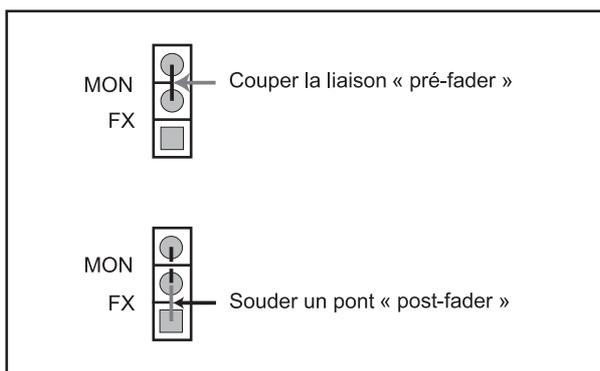

Fig. 5.1 : Modification des départs MON/FX : pré-fader > post-fader
2. Les points à souder se trouvent sur le circuit imprimé monté perpendiculairement à la face avant de l'appareil. Consultez la Fig. 5.1.